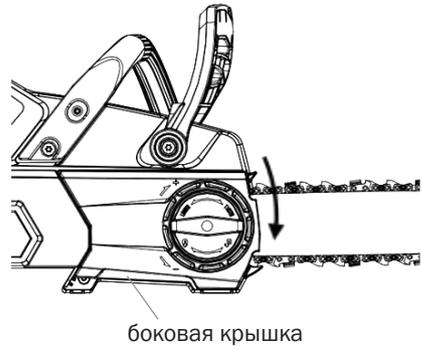

Рис. 16
5. Установите боковую крышку (Рис. 16).
6. Поверните рычаг блокировки регулировки шины по часовой стрелке до упора (Рис. 16).